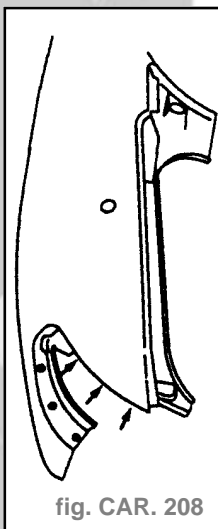

fig. CAR. 208
- Souder par points électriques (fig. CAR. 208).